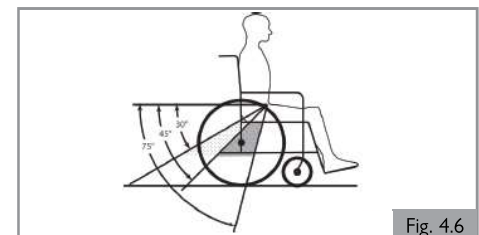

Fig. 4.6
18. Un plus grand angle au sein de la zone de préférence est recommandé c'est-à-dire plus proche de 75°, sans cependant dépasser cette limite (Fig. 4.6).